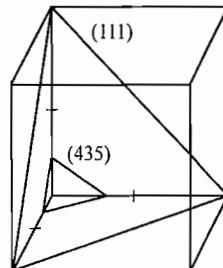

图 7-1 第二题解答图
二、立方晶系中 (111) 面、(435) 面如图 7-1 所示。立方晶系空间点阵特征是点阵参数有如下关系： $a = b = c$ ,  $\alpha = \beta = \gamma = 90^\circ$ 。也可用具有哪类对称元素表示，若有四个三次转轴，则对应立方点阵。